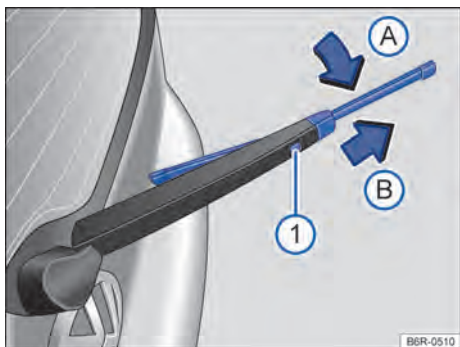

Fig. 110 Substituir a palheta do limpador do vidro traseiro.
- Manter o botão de destravamento → Fig. 110 ⓘ pressionado.
- Virar a palheta do limpador do vidro na direção do braço do limpador → Fig. 110 (seta A) e, ao mesmo tempo, retirar no sentido da seta B). Para isso, poderá ser necessário um esforço um pouco maior.
contrário da seta → Fig. 110 (B) até que ela se trave. Para isso o braço do limpador deve estar na posição rebaixada (seta (A)).